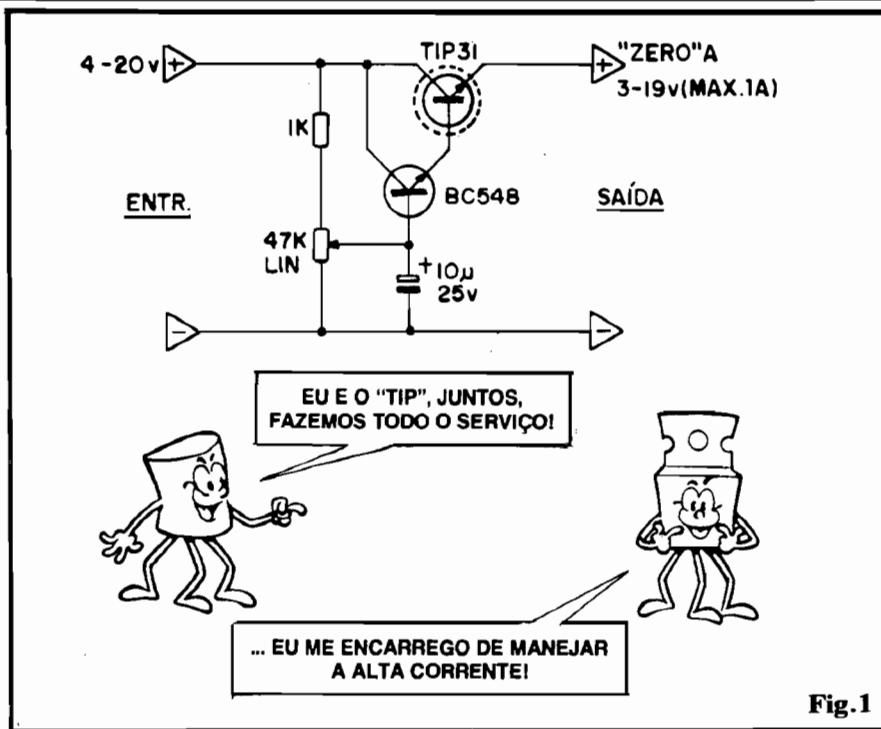

Fig.1
- FIG. 1 - "Esquema" do circuito. Dois transistores de uso corrente, um resistor, um capacitor e um potenciômetro... É tudo o que o Leitor/"Aluno" precisa para elaborar um prático e útil CONTROLADOR DE TENSÃO, de múltiplos e válidos usos, na bancada ou fora dela! A função do módulo MP-25 é totalmente descrita no seu próprio nome: controlar (ajustar através do **knob** de um potenciômetro...) Tensões C.C., que podem situar-se, inicialmente, na faixa que vai de 4 a 20 volts, de modo que, na Saída do sistema possamos obter praticamente **qualquer** valor, entre "zero" e o máximo da tal Tensão! Na verdade, o arranjo pode também ser chamado de POTENCIÔMETRO ELETRÔNICO DE ALTA CAPACIDADE DE CORRENTE (é capaz de manejar confortavelmente até 1A...), e sua utilidade transcende muito a sua simplicidade, conforme veremos nas sugestões apresentadas ao final da presente "Lição"... Avisamos desde já: trata-se de um módulo praticamente imprescindível numa bancada!